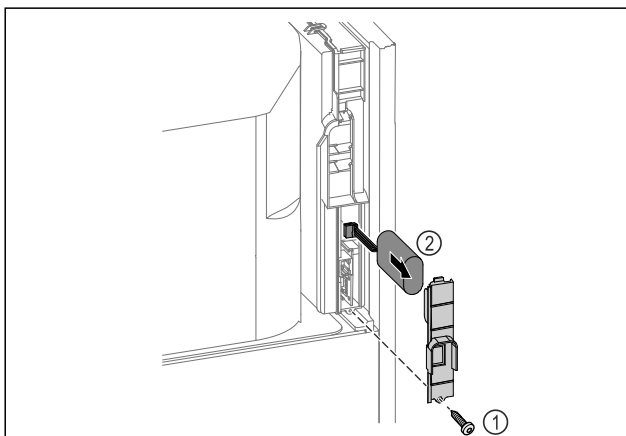

Fig. 219
- ▶ Schraube herausdrehen und Abdeckung auf der Rückseite des Gerätes entfernen Fig. 219 (1).
- ▶ Batterie abstecken und herausnehmen Fig. 219 (2).